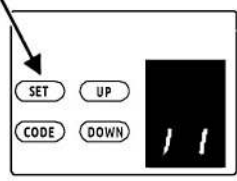

Fig.48
8.1.-Ajuste de la Función de Reconocimiento de Botones del Transmisor. (Fig.48)